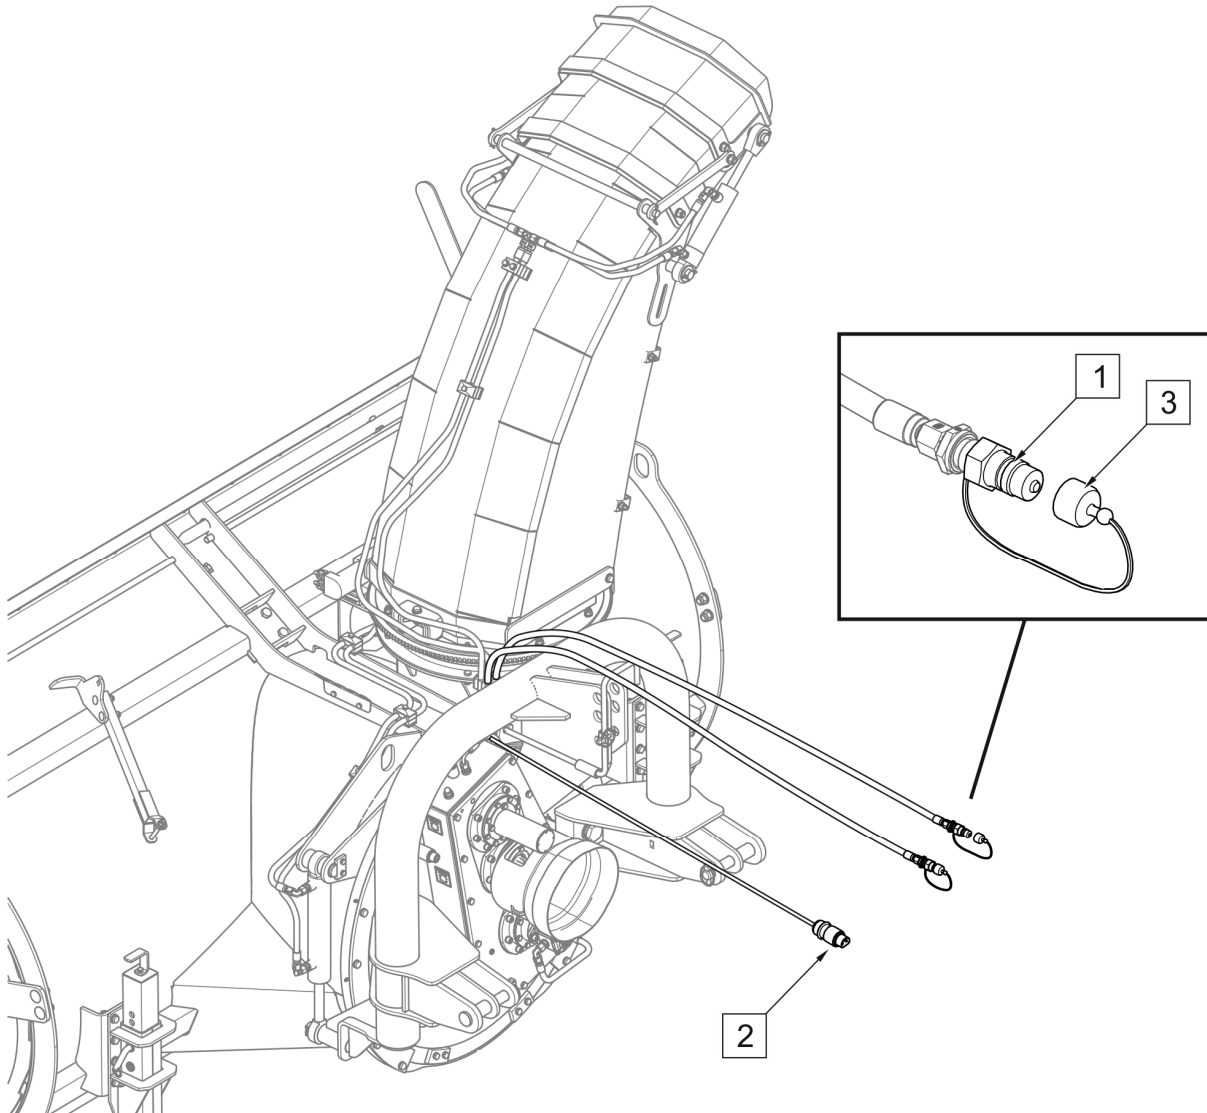
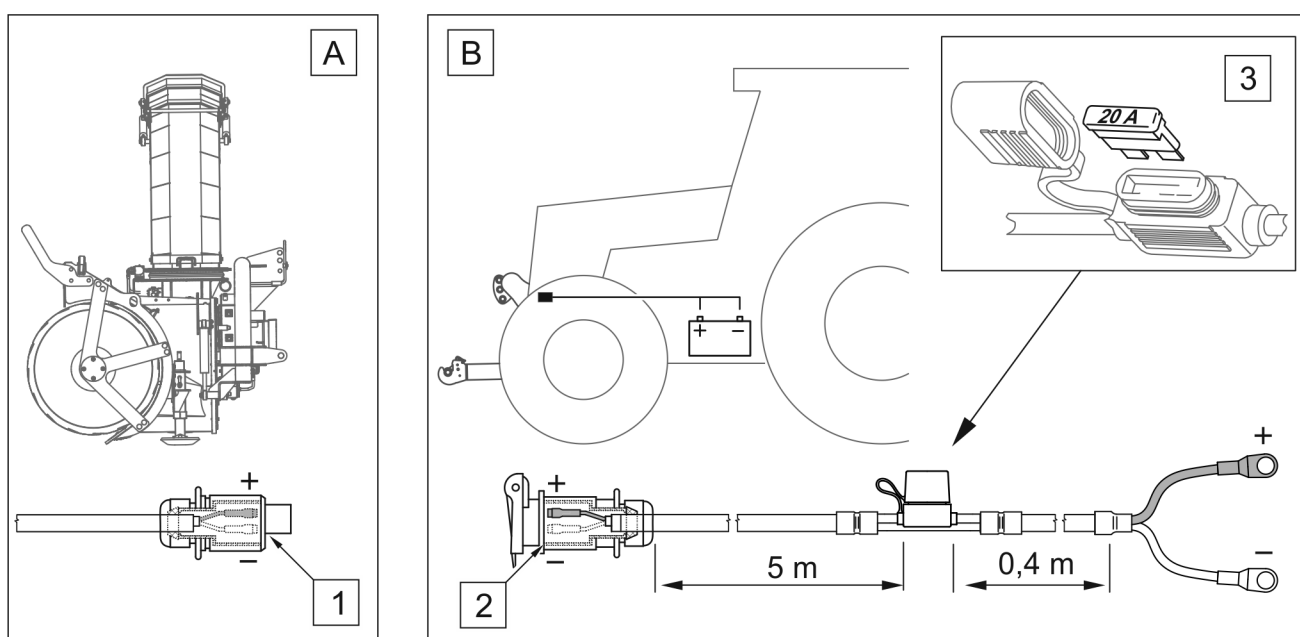

РИСУНОК 4.3 Подключение гидравлической и электрической систем (машина установлена на переднюю трёхточечную навеску транспортного средства)
РИСУНОК 4.4 Установка силового кабеля для электросистемы (для фронтальной трёхточечной навесной машины)
Гидравлические быстроразъемные соединения (1) следует подключать к разъемам одной из внешних гидравлических секций транспортного средства (РИСУНОК 4.3). Вставьте штекер (2) в 3-полюсный разъем 12 В DIN 9680 на передней панели транспортного средства. Если транспортное средство не имеет такого разъема или разъем другого типа, действуйте, как показано на схеме (РИСУНОК 4.4).
Кабель питания (В) должен быть подключен к бортовой сети транспортного средства (РИСУНОК 4.4), а розетка (2) должна быть расположена рядом с передней трёхточечной навеской. Кабель (В) оснащён предохранителем UNIVAL 20 А (3), расположенным на кабеле питания «+».